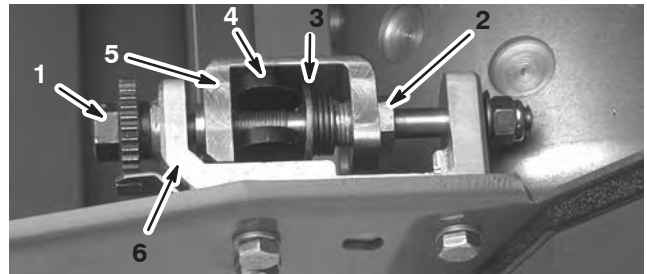

Bild 45
1. Drehen Sie die Einstellschraube des Untermesserträgers gegen den Uhrzeigersinn, bis der Kanal im Einstellrahmen durchhängt (Bild 45).
2. Drehen Sie die Federspannungsschraube mit einem normalen Schlüssel (7/8 Zoll) heraus, bis die Druckscheibe nicht mehr gegen den Untermesserträger angespannt ist (Bild 45).
4. Nehmen Sie jede Schraube des Untermesserträgers ab, damit der Untermesserträger nach unten gezogen und von der Maschine entfernt werden kann. Bewahren Sie die beiden Nylon- und die beiden Scheiben aus gestanzten Stahl an jedem Ende des Untermesserträgers auf (Bild 45).